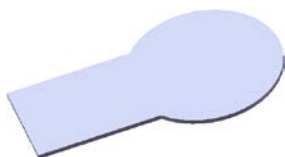
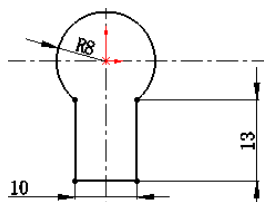

图 8.9 基体—法兰 1
图 8.10 横断面草图
Step2. 创建图 8.9 所示的钣金基础特征——基体—法兰 1。
(1) 选择命令。选择下拉菜单 **插入(I)** → **钣金(B)** →  **基体法兰(A)...** 命令 (或单击“钣金”工具栏上的“基体法兰/薄片”按钮 )。
(2) 定义特征的横断面草图。
① 定义草图平面。选取前视基准面作为草图平面。
② 定义横断面草图。在草图环境中绘制图 8.10 所示的横断面草图。
③ 选择下拉菜单 **插入(I)** → **退出草图** 命令，退出草图环境，此时系统弹出“基体法兰”对话框。
(3) 定义钣金参数属性。
① 定义钣金参数。在 **钣金参数(S)** 区域的 **厚度(T)** 文本框中输入厚度值 0.5。
② 定义钣金折弯系数。在 **折弯系数(A)** 区域的下拉列表中选择 **K 因子** 选项，把文本框 **K** 的因子系数改为 0.4。
③ 定义钣金自动切释放槽类型。在 **自动切释放槽(I)** 区域的下拉列表中选择 **矩形** 选项，选中 **使用释放槽比例(A)** 复选框，在 **比例(T)** 文本框中输入比例系数 0.5。
(4) 单击 **✓** 按钮，完成基体—法兰 1 的创建。